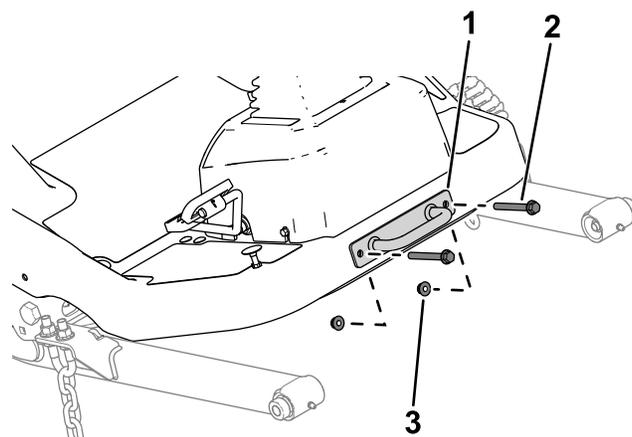

Figura 11
- 1. Remova o suporte da abraçadeira da plataforma (Figura 11).